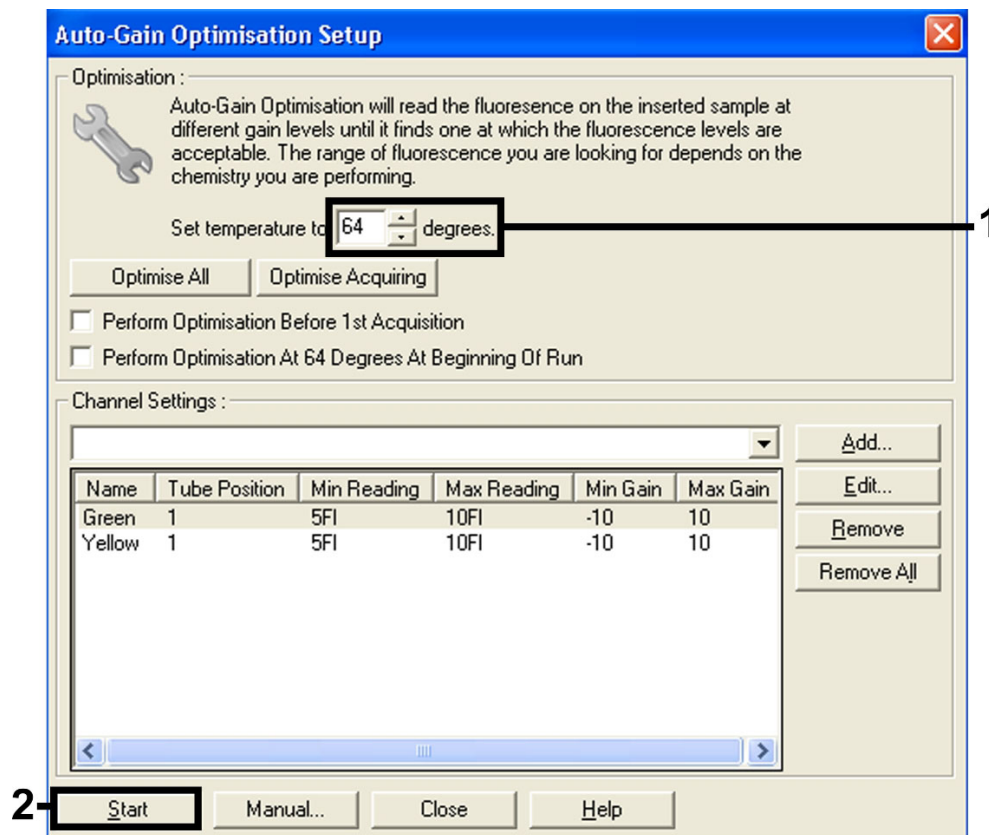

Figura 6. Ajuste de la sensibilidad de los canales de fluorescencia.
Ajuste de la sensibilidad de los canales de fluorescencia	Figura 6
11. Configure la temperatura de calibración en **64** para hacer coincidir la temperatura de recocido del programa de amplificación (Figura 6).